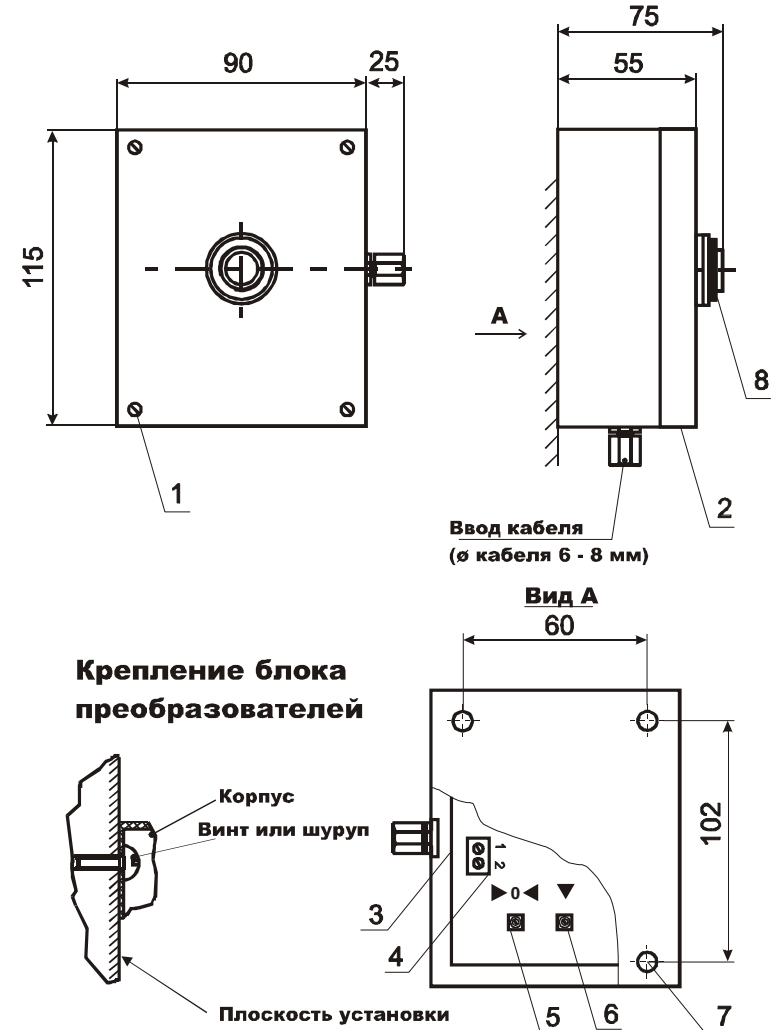

Рис. 2
2) установите градуировочную насадку на детектор. Подайте на вход насадки чистый воздух с расходом (300 ± 100) см³/мин. Величина тока должна соответствовать 4 мА в пределах приведенной погрешности. При отклонении тока от указанного значения произведите подстройку тока резистором установки нуля (поз.5 рис.2).
Где $C_{и}$ – концентрация измеряемого компонента в ПГС, $C_{д}$ – верхний предел диапазона измерения. При отклонении тока от указанного значения произведите подстройку тока резистором установки чувствительности (поз. 6 рис.2).